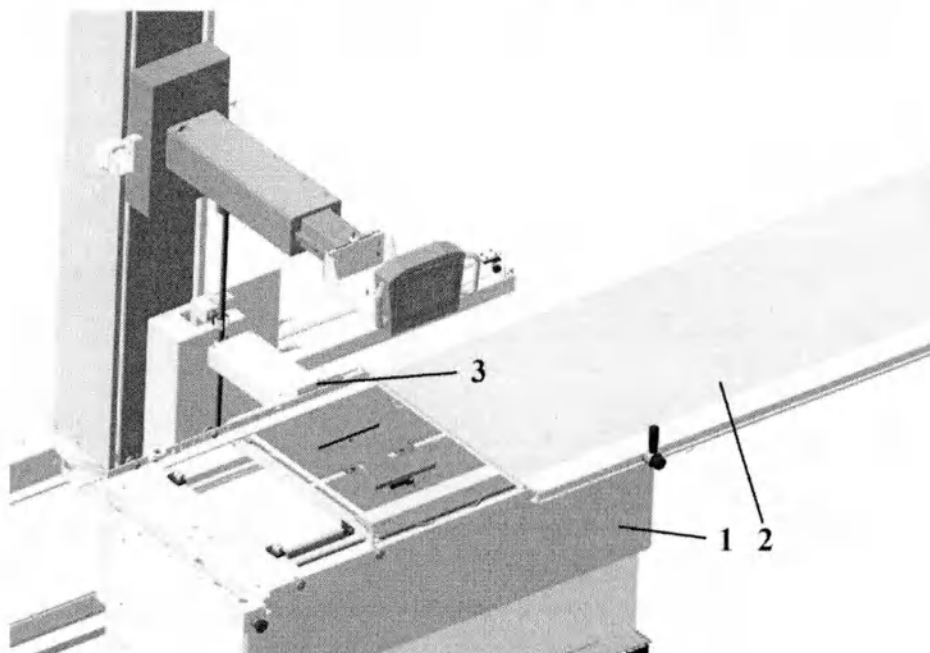

Рисунок 2.9.2 – Схема расположения электромагнита относительно деки стола
- осторожно скатить деку 2 (рисунок 2.9.2) со стола 1 стараясь не повредить электромагнит 3;
- осторожно накатить (рисунок 2.9.2) деку 2 на стол 1 стараясь не повредить электромагнит 3;